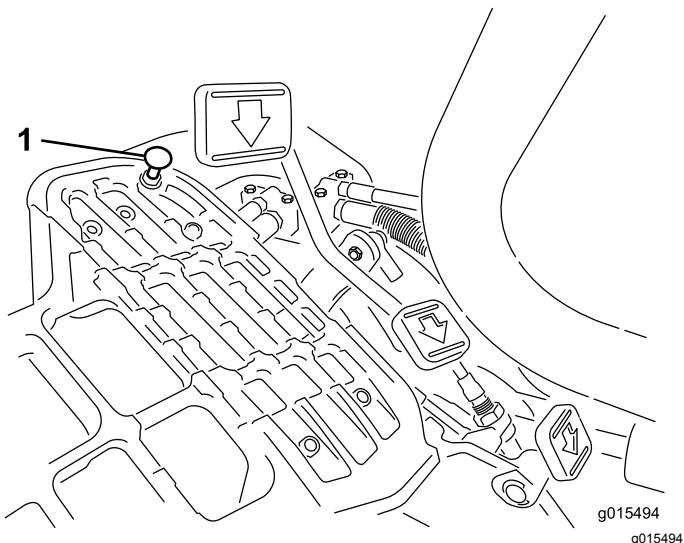

Figura 36
Se il pedale tocca il fermo (Figura 36) prima che avvertiate la tensione sul cavo, effettuate la seguente procedura di regolazione:
1. Spostate la leva di comando delle funzioni in posizione di TRASFERIMENTO e allentate il dado di bloccaggio che fissa il fermo del pedale alla piastra di appoggio (Figura 36).